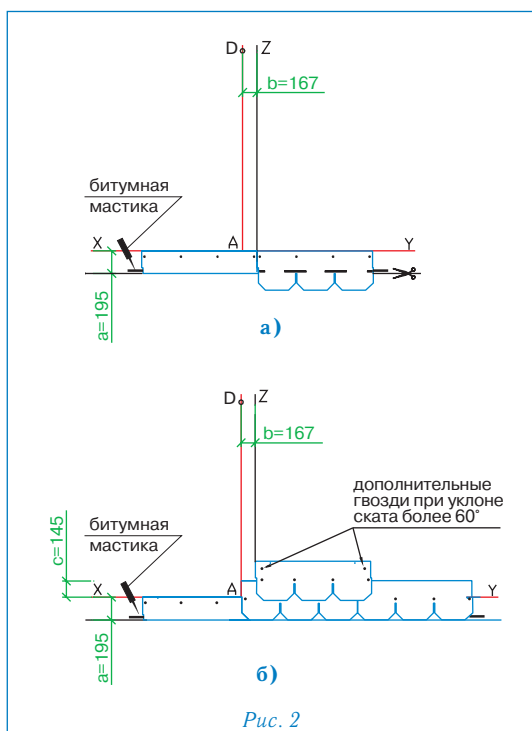

Рис. 2
Укладка материала (рис. 2)
- Начальный ряд формируется из листов черепицы ЛИБЕРТИ с обрезанными лепестками. Полученные таким образом полосы шириной 19,5 см укладываются по линии карниза в обе стороны от линии Z (рис. 2а) и фиксируются по нижнему краю битумной мастикой, а по верхней кромке 4 гвоздями (ось гвоздей на 5 см ниже верхнего края полосы);
- далее первый ряд черепицы укладывается от линии AD (рис. 2б);
- второй ряд укладывается от линии Z (со смещением 16,7 см от AD) (рис. 2б);
Каждый лист черепицы ЛИБЕРТИ крепится 4 гвоздями таким образом, чтобы гвоздь прошивал и верхний край низлежащего листа черепицы (рис. 2б).